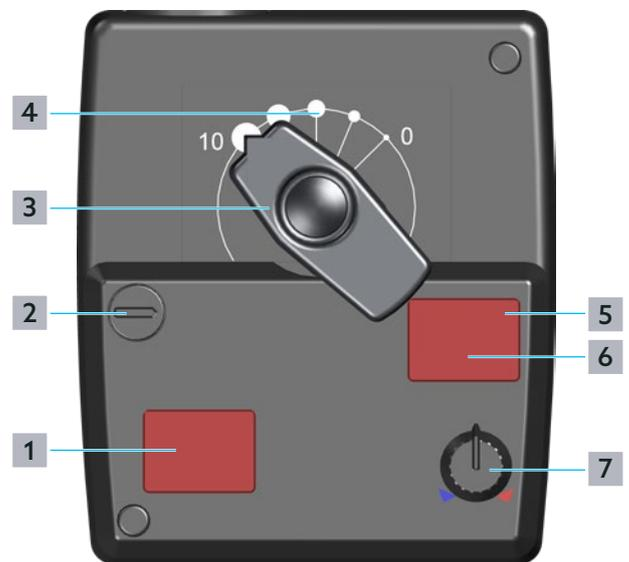

Abb. 4: Bedienelemente Stellmotor
Unter der Abdeckung DIP-Schalter (siehe Position **6** in Abb. 4 auf Seite 8) befinden sich vier DIP- Schalter für weitere Einstellungen. Die Abdeckung können Sie mit einem kleinem Schraubendreher entfernen.
Die Standardeinstellung des Stellmotors ist der Automatikbetrieb. Die Position des Drehgriffs (Position **3** in Abb. 4 auf Seite 8) zeigt die aktuelle Position des Stellmotors an.
Wenn Sie den Drehgriff (Position **3** in Abb. 4 auf Seite 8) im Automatikbetrieb manuell verstellen, kann die Mechanik des Stellantriebs beschädigt werden.
- 1 Schalten Sie das Gerät mit dem Drehknopf (Position **2** in Abb. 4 auf Seite 8) in den manuellen Betriebsmodus.
- 2 Wählen Sie mit dem Drehgriff (Position **3** in Abb. 4 auf Seite 8) die gewünschte Position.